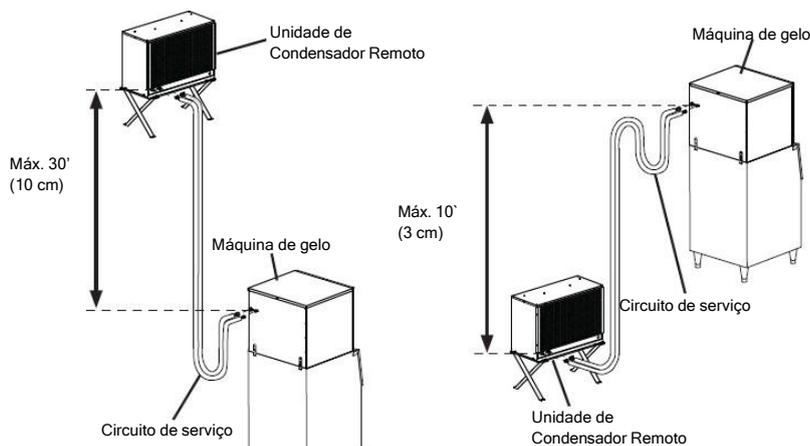

Fig. 7
- A distância vertical máxima entre a unidade de condensador remoto e a máquina de gelo é de 33' (10 m) acima ou 10' (3 m) abaixo da máquina de gelo. Essas distâncias são medidas de encaixe a encaixe. Veja a Fig. 7.